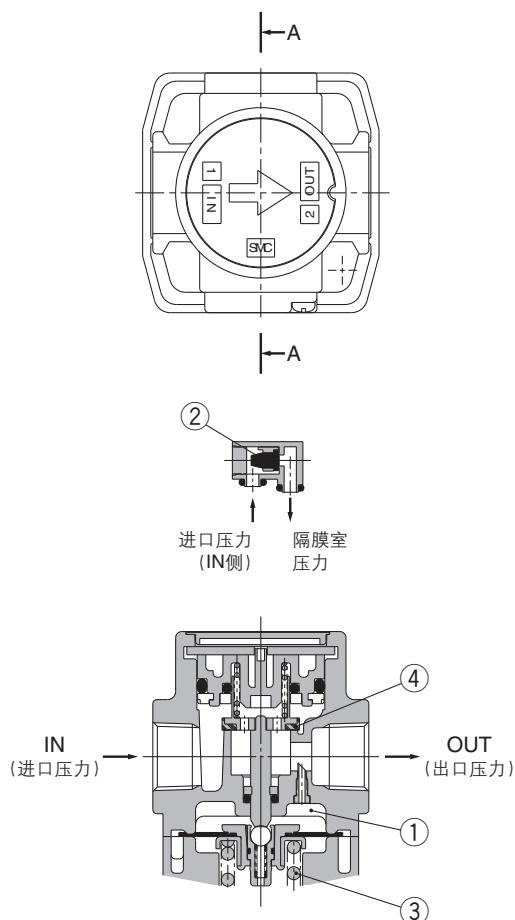

图1 正常时
进口压力比设定压力高的场合，单向阀②关闭，作为正常的减压阀进行动作(图1)。